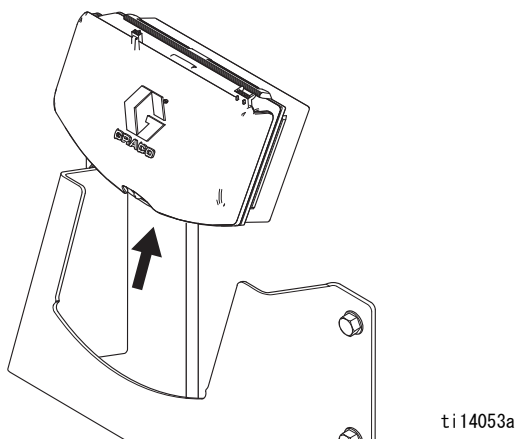

図 .3. データトラックの取り外し
2. ブラケットからデータトラックモジュールを取り外します。図 .3 を参照のこと。モジュールを非危険場所に運んで下さい。